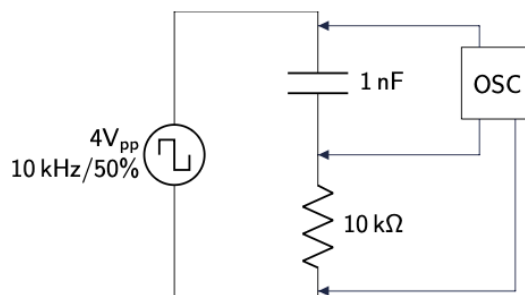

Figura 8.2: Circuito de medición para la corriente en el condensador
5. Intercambie la posición de los componentes R y C , como se muestra en la figura 8.2. Mida V_f y V_R .
6. Explique por qué la tensión pico-pico en la resistencia es el doble de la tensión pico-pico del generador para el circuito de la figura 8.2.